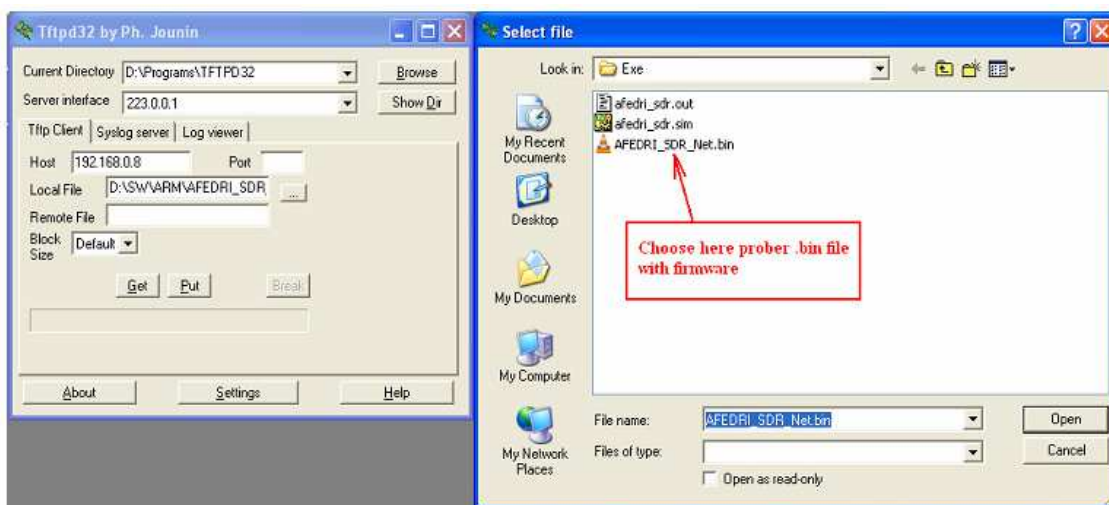

Figura 10 - Aplicación Tftpd32, botón "Seleccionar archivo"
3.1.6. Para seleccionar el archivo con el firmware de actualización (tiene extensión bin), presione el botón "Local File", busque y confirme el firmware en el cuadro de diálogo "Select file" que aparece en esta imagen. (Figura.10)